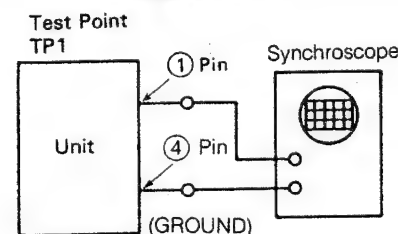

Figure 18-5
- d. Connect an oscilloscope as shown in Fig. 18-5, and adjust the X axis control screw. (At the adjustment, move the pick-up to the position where the control screw is seen through the hole of the disc holding arm.)
- d. Das Oszilloskop wie in Abb. 18-5 anschließen und die Justierschraube der X-Achse so einstellen, daß die kleinste Wellenform am Oszilloskop erscheint. (Nach der Einstellung den Abtaster in die Position bringen, wo die Justierschraube durch das Lock im Haltebügel für die CD-Platte gesehen werden kann).
- d. Raccorder un oscilloscope de la manière indiquée à la Fig. 18-5 et ajuster la vis de commande de l'axe X de manière à obtenir la forme d'onde minimum sur l'oscilloscope. (Pendant l'ajustement, déplacer le pick-up à la position où la vis de commande est vue à travers l'orifice du bras de maintien de disque.)